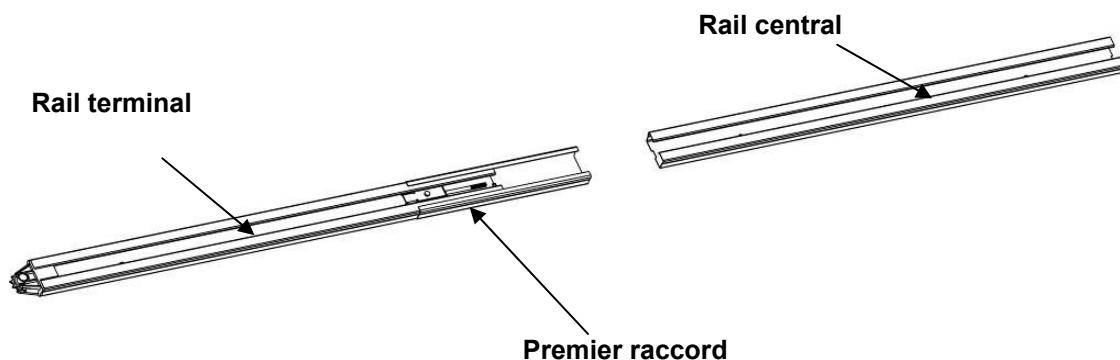

FIG. 5
- Comme illustré dans la Fig. 5, faire coulisser le rail terminal et le rail central dans le premier raccord.